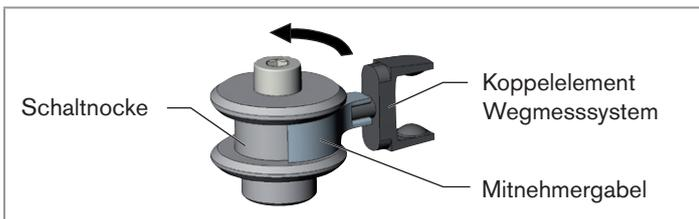

Bild 3: Mitnehmergabel lösen
- Mit einem Schraubendreher die Mitnehmergabel vom Koppellement des Wegmesssystems entgegen dem Uhrzeigersinn lösen (siehe „Bild 3: Mitnehmergabel lösen“).